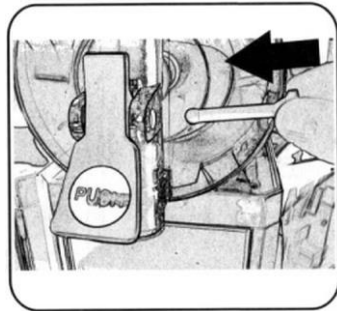

Fig. 42
6. Sätt i handtagets fäststift som visas i Fig. 42.